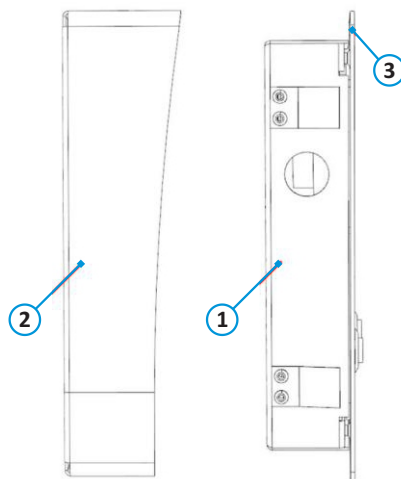

Рис. 2– Сборка и монтаж вызывной панели. Вариант 1.
4. Корпус (поз.1 рис.2) крепится винтами к кожуху (поз.2 рис.2);
5. Панель (поз.3 рис.2) притягивается к кожуху с помощью винтов с внутренним шестигранником, входящих в монтажный комплект.